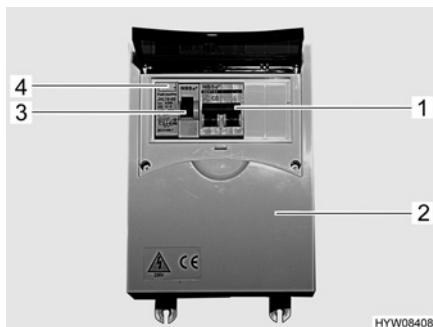

Bild 73 230 V-säkringslåda med ledningsskyddsbrytare och FI-brytare
- Koppla från ledningsskyddsbrytare (Bild 73,1) i säkringslådan (Bild 73,2).
- När fordonen är anslutet till 230 V-försörjningen, tryck på kontrollknappen (Bild 73,4) på jordfelsbrytaren (FI-brytare) (Bild 73,3) i säkringslådan (Bild 73,2). Jordfelsbrytaren måste lösa ut.